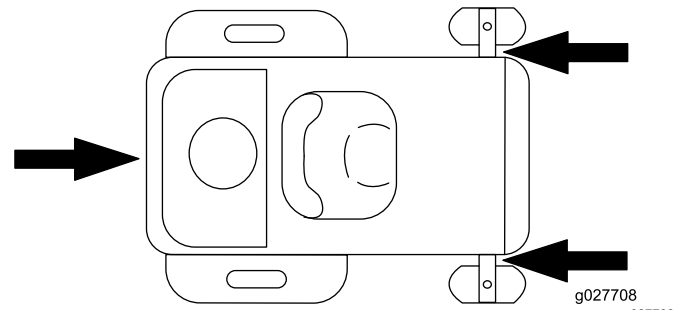

Figure 29
6. Arrimez la machine près des roues pivotantes avant et du cadre arrière à l'aide de sangles, chaînes, câbles ou cordes (Figure 29). Reportez-vous à la réglementation locale concernant les exigences en matière d'arrimage.